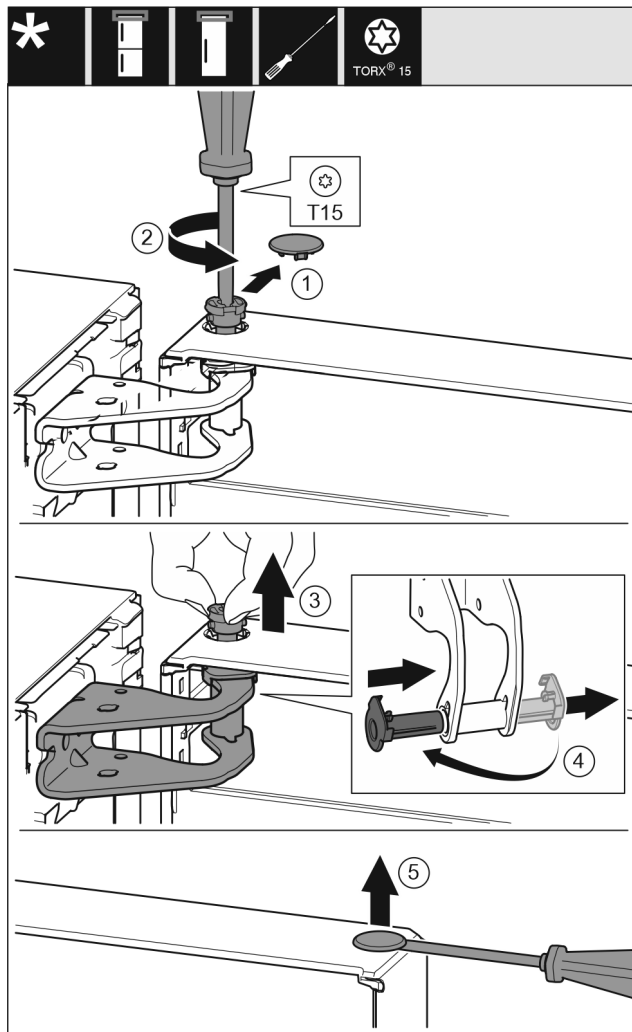

Fig. 10
- ▶ Óvatosan húzza le a biztonsági fedelet. Fig. 10 (1)
- ▶ Tekerje ki a csapot egy kissé a T15 csavarhúzóval. Fig. 10 (2)
- ▶ Tartsa meg az ajtót, és húzza ki a csapszeget az ujjával. Fig. 10 (3)
- ▶ Húzza ki a csapágyperselyt a vezető sínből. Helyezze be a másik oldalról, és pattintsa a helyére. Fig. 10 (4)
- ▶ Óvatosan emelje ki a dugaszt az ajtó csapágyperselyéből lapos csavarhúzóval, és húzza ki. Fig. 10 (5)